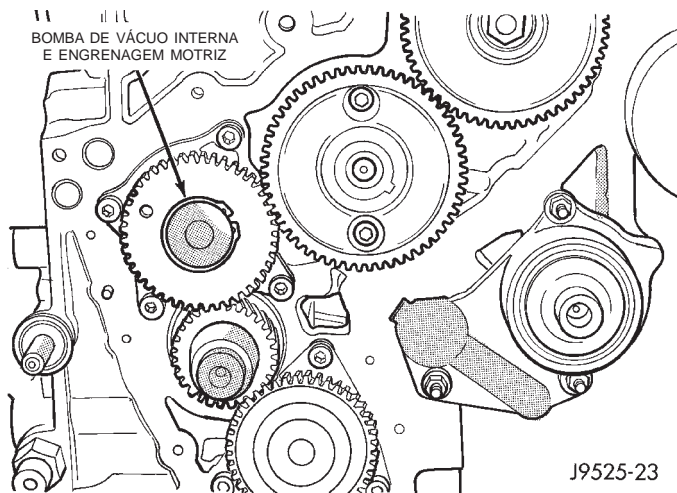

Fig. 3 Bomba de Vácuo Interna
- A bomba de vácuo fornece vácuo ao EVM e à válvula EGR. Esta bomba também fornece vácuo para o funcionamento do auxiliar do freio hidráulico. A bomba é localizada internamente na frente do bloco do motor (Fig. 3) e é acionada pela engrenagem girabrequim.